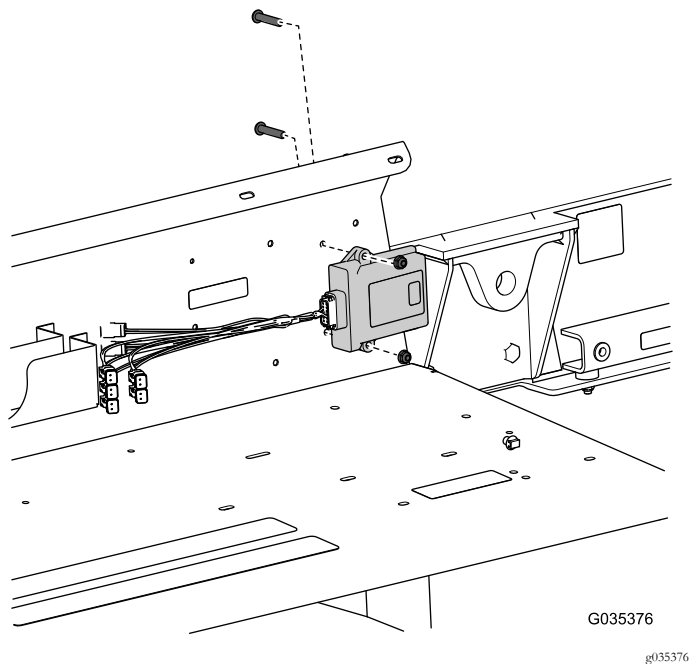

Bild 3
7. Nehmen Sie das Steuergerät und den Kabelbaum von der Schutzvorrichtung des Kotflügels ab (Bild 3).